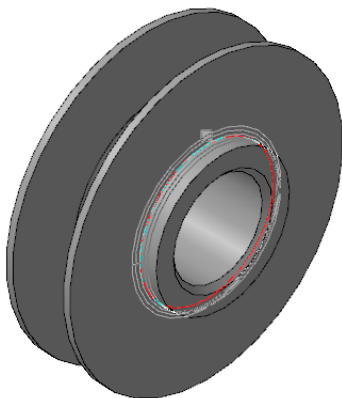

Рис. 2.64. Вказати **перше ребро** на основі
- б) вказати **перше ребро** на основі (рис. 2.64);